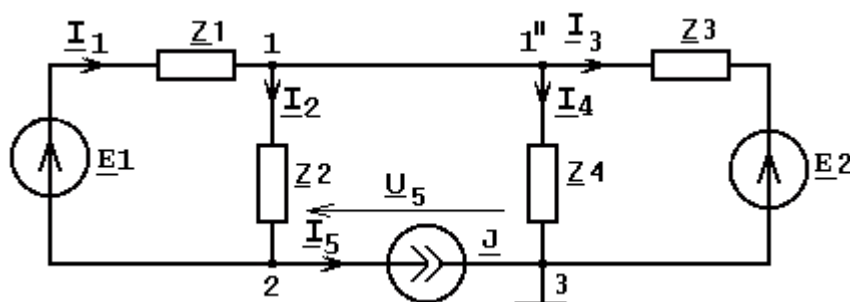

Рисунок 1.7
1. Укажем номера узлов на схеме (рисунок 1.7). Узлы 1' и 1'' следует рассматривать как один узел, так как они соединены идеальным проводником и, следовательно, их потенциалы равны между собой. Выбираем в качестве опорного узла узел 3 и принимаем его потенциал $\varphi_3 = 0$. На рисунке 1.7 показываем его соединение с корпусом.
n_e - число ветвей, состоящих только из идеализированных источников ЭДС. В схеме (рисунок 1.7) таких ветвей нет, т.е. $n_e = 0$.
6. Выбираем направления токов в ветвях (рисунок 1.7).
Здесь $\underline{U}_5$ -комплексное напряжение на источнике тока (рисунок 1.7)